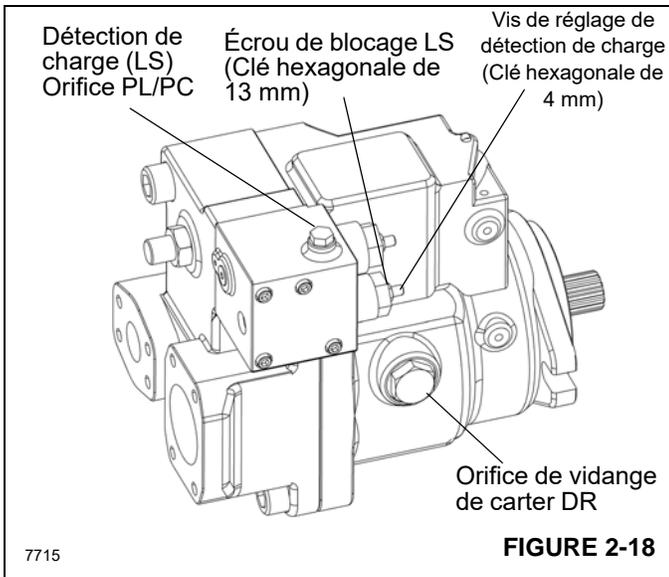

FIGURE 2-18
10. Si la pression s'accroît correctement, faire tourner le moteur au ralenti pendant 2 à 3 minutes afin que la pression se stabilise et vérifier que la pression de marge est dans la plage indiquée dans le Tableau 2-4. Si ce n'est pas le cas, ajuster la vis de réglage LS indiquée sur la Figure 2-18 conformément à la procédure indiquée sous *B. Réglage de la pression de marge de la pompe*, page 2-27.
Pour vérifier/régler la pression de marge, observer le manomètre au niveau de l'orifice PG et faire fonctionner la grue au ralenti. Le manomètre doit indiquer 20,7 à 24,7 bar (300 à 350 psi) si les réglages sont corrects. Si la pression de marge n'est pas comprise entre 20,7 et 24,7 bar (300 et 350 psi), tourner la vis de réglage LS (Figure 2-18) pour obtenir la pression souhaitée.
2. Desserrer l'écrou de blocage de 13 mm (Figure 2-18)
3. Desserrer l'écrou de blocage de 13 mm (Figure 2-18).
4. Régler la pression à 330,9 +6,9/-0 bar (4800 +100/-0 psi) sur la vanne PC (compensation de pression) de la pompe. (Figure 2-18)